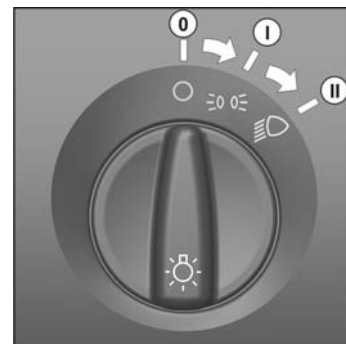

Рис. 5.13. Центральный переключатель света
**1 – центральный переключатель света.** Переключатель имеет три фиксированных положения (рис. 5.13):